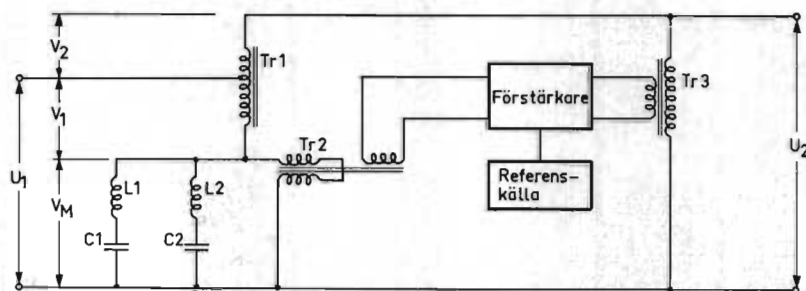

Fig 1. Principschema för den elektroniska växelspänningsstabilisatorn.
■ ■ Den elektroniska växelspänningsstabilisatorn består i stort sett av en spar-kopplad transformator och en transduktor, som regleras av skillnaden mellan en referensspänning och utspänningen från stabilisatorn. Se fig 1.
belastningsströmmen. Då lindningarna exempelvis är seriekopplade, är spänningen  $V_2$  (se fig 1 och 2) tillräckligt hög för att stabilisatorn skall kunna kompensera nätspänningsvariationer på  $+10\%$ ,  $-15\%$ .